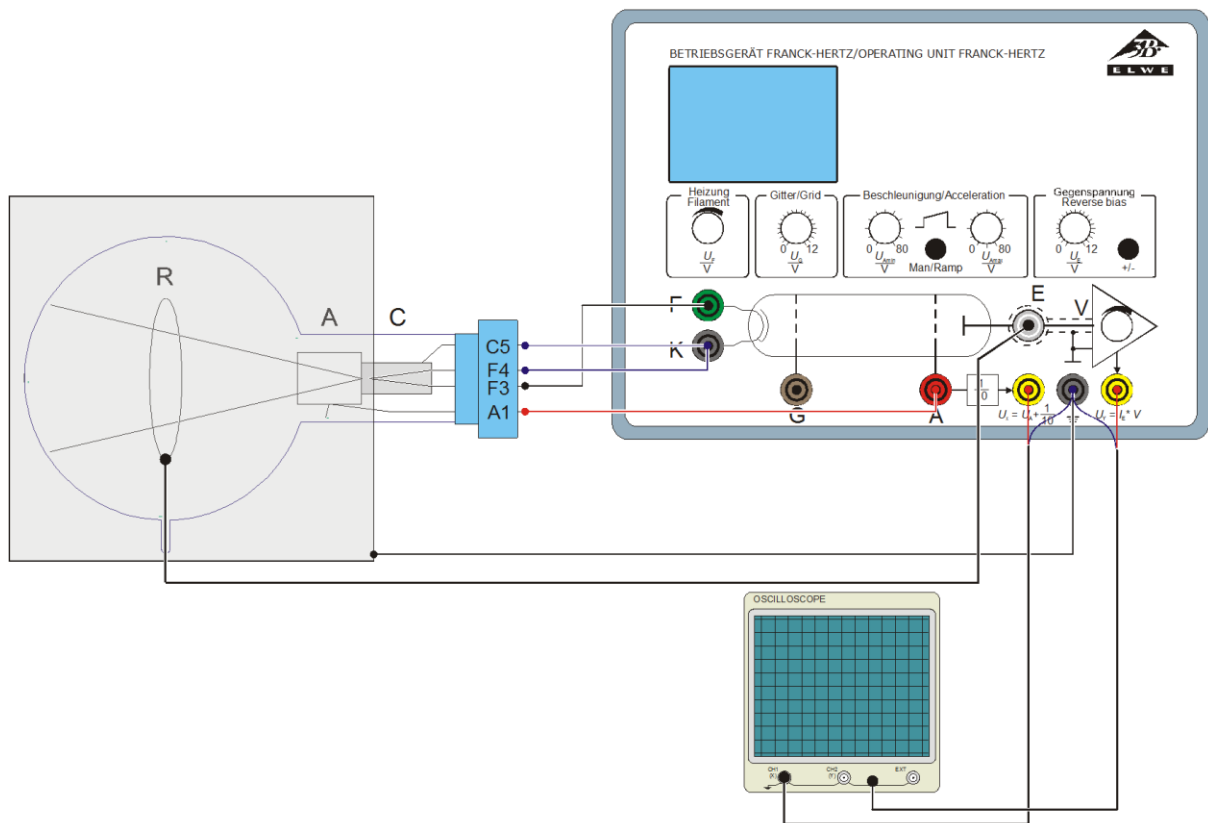

Fig. 3 Struttura sperimentale tubo per potenziale critico
- Collegare il jack F3 del portatubo con l'uscita F sull'apparecchio, C5 con l'uscita K (le connessioni C5 e F4 sono unite fra loro all'interno del tubo) e A1 con l'uscita A (vedere fig. 3).